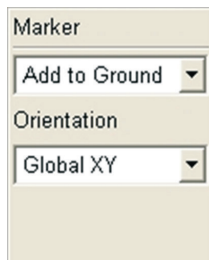

Figura 2.28 – Preenchimento de tela referente à inserção de um *marker*.
- Preencha as abas que aparecerem na parte inferior do menu *Main Toolbox*, conforme ilustrado na Figura 2.28.